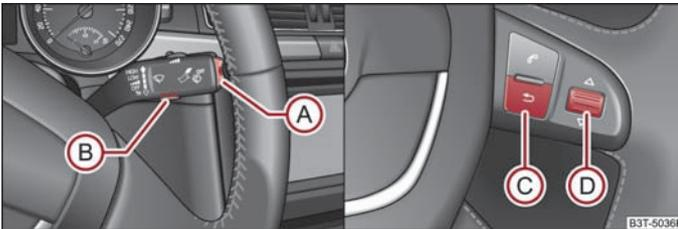

Abb. 20 Informationsdisplay: Bedienelemente am Scheibenwischerhebel / Bedienelemente am Multifunktionslenkrad
- Das **Main menu (Hauptmenü)** aktivieren Sie durch Drücken der Wipptaste **A** ⇒ Abb. 20 länger als 1 Sekunde.
- Das **Main menu (Hauptmenü)** aktivieren Sie durch Drücken der Wipptaste **C** ⇒ Abb. 20 länger als 1 Sekunde.